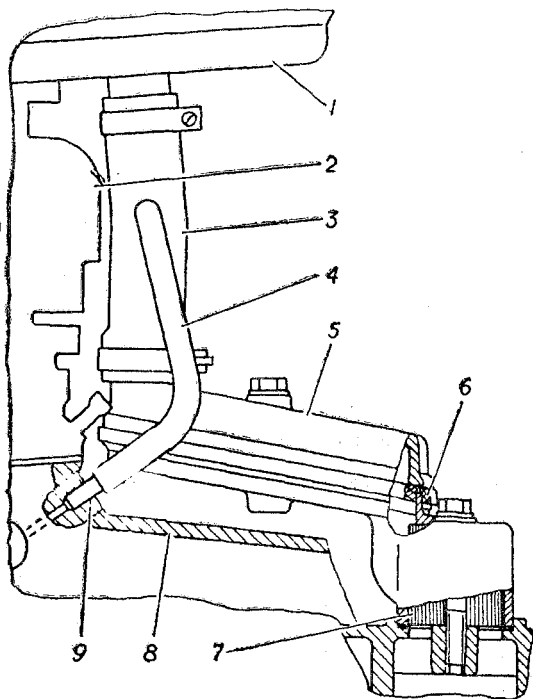

Рис. 13. Схема закрытой системы вентиляции картера:
**Вентиляция картера двигателя** (рис. 13) закрытая, принудительная, действующая за счет разрежения во впускной трубе и в воздушном фильтре. При работе двигателя на частичных нагрузках газы из картера отсасываются во впускную трубу, на полных нагрузках — в воздушный фильтр и впускную трубу.